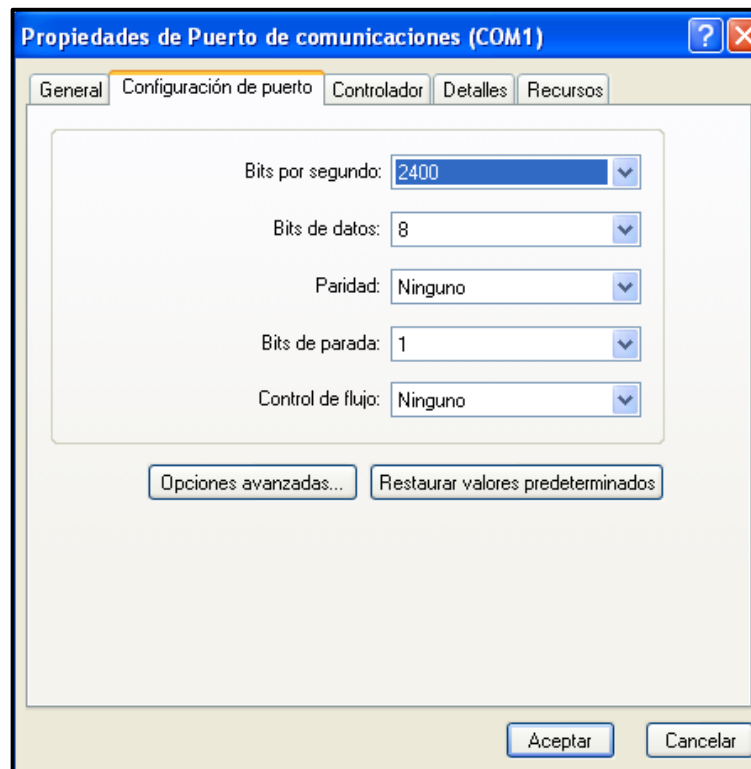

Figura 39. Configuración del puerto COM.
2. Como se observa en el circuito armado, un extremo del cable serial irá conectado al PIC, el otro extremo del cable serial a la PC. Si tu PC cuenta con dos o más puertos seriales, observe en cual de ellos realizará la conexión, normalmente están señalados por letras (**A, B, etc.**). Si su PC no cuenta con una entrada del tipo DB9 puede usar un adaptador que convierta el conector DB9 a USB. El driver para este dispositivo se puede encontrar muy fácilmente en Internet, *figura 39*.